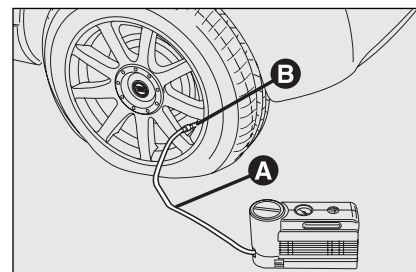

fig. 3
- ☐ **Serrer le frein à main.** Dévisser le capuchon de la valve du pneu, enlever le tuyau flexible de remplissage **A-fig. 3** et visser la bague **B** sur la valve du pneu;